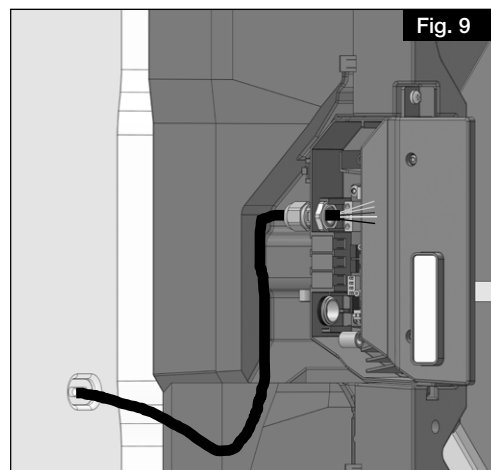

Fig. 9
4. Introduire le câble d'alimentation à travers le presse-étoupe dans le boîtier de raccordement (voir Fig. 9). Raccorder le câble d'alimentation (tenir compte du schéma de branchement), **raccorder le capteur de température ambiante ou le contact de commutation externe (en option).**